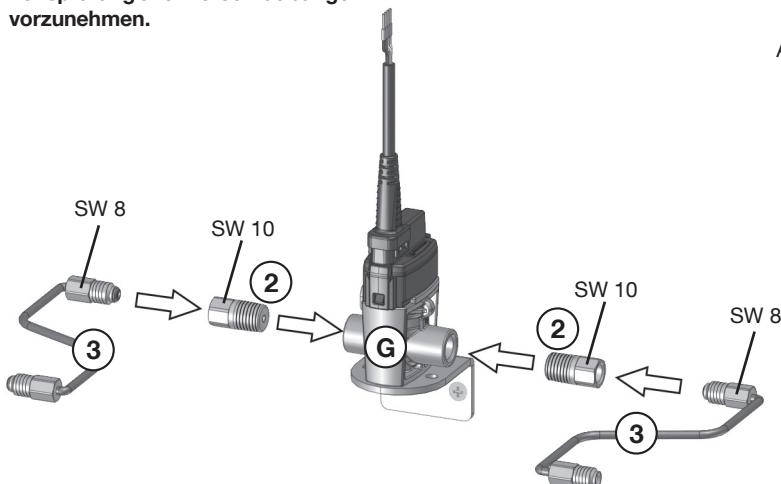

Abb. 8
11. Die entgegengesetzten **Anschluss-Stücke der beiden Kapillarrohre (3)** in die inneren Bohrungen der **Adapter (4)** eindrehen und festziehen (Abb. 8).